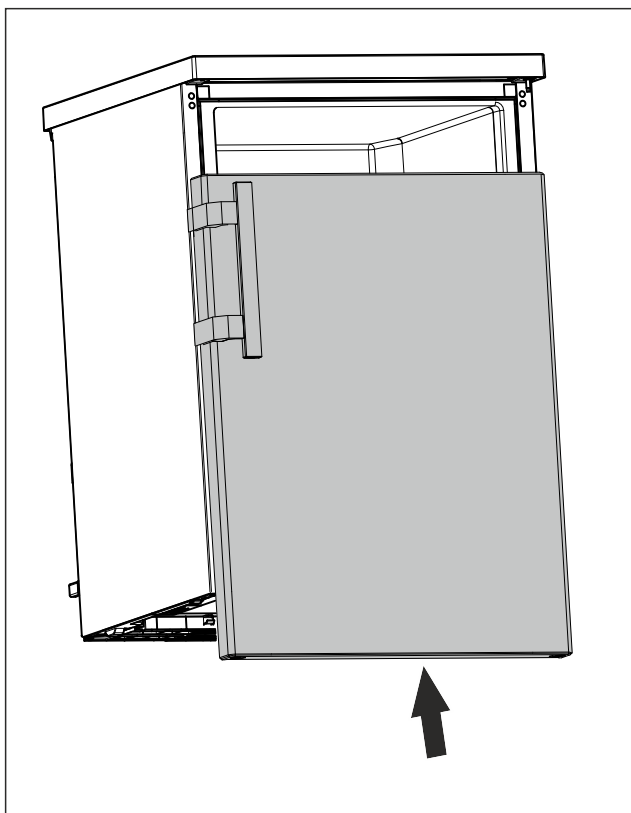

Fig. 19
- ▶ Плъзнете вратата върху горния болт, когато е затворена. (виж Fig. 19)